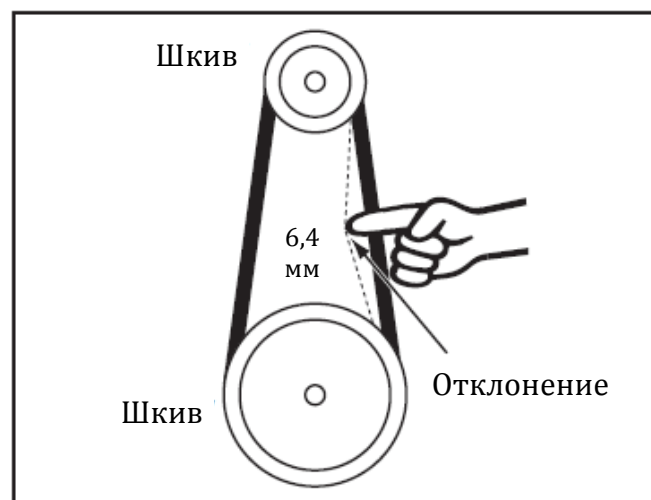

Рис. 86. Проверка натяжения ремня
5. Нажать ремень по центру для проверки его натяжения. При правильном натяжении провис его должен быть примерно 6,4 мм при среднем усилии, ка показано на рис. 86.